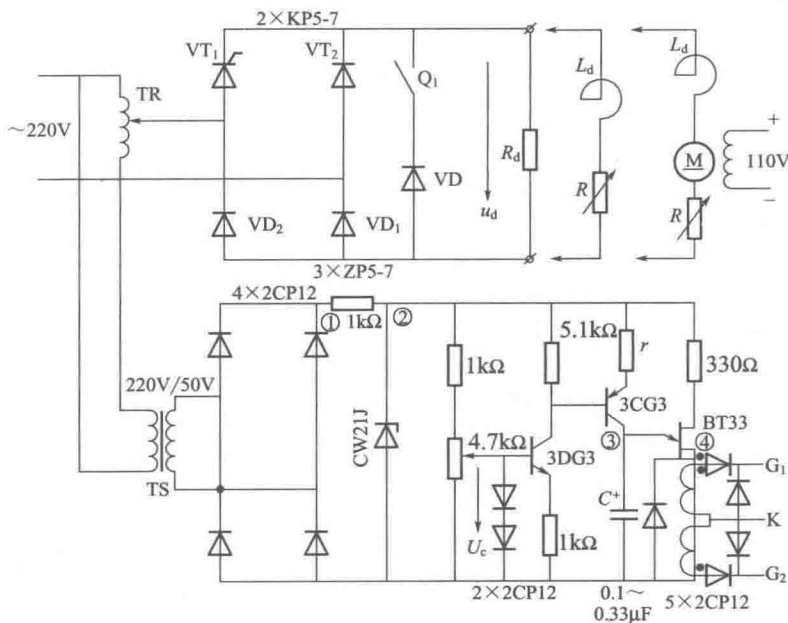

图 1-10 单相半控桥可控整流电路
(1) 将单相半控桥式整流电路底板、单结晶体管触发电路底板、 $3kV \cdot A$  单相自耦调压器、滑线变阻器 ( $200\Omega/1A$ ) 按图 1-10 电路图接线。